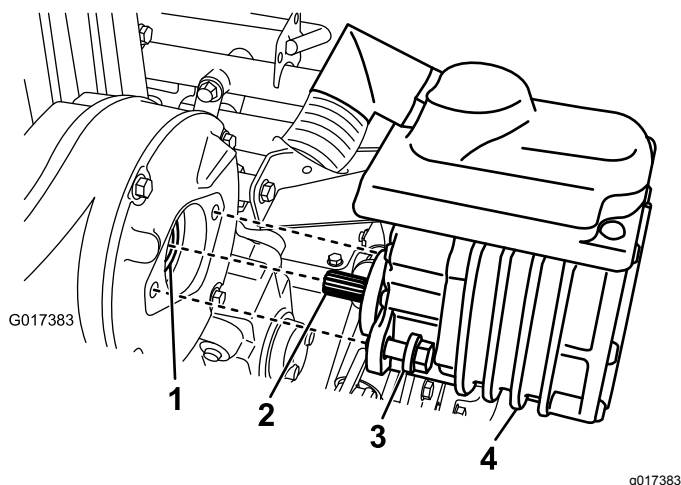

Figura 40
2. Rimuovete i 2 bulloni di fissaggio del motore alla scatola di trasmissione (Figura 40).
4. Aggiungete da uno a due spruzzi di grasso con l'apposita pistola all'accoppiatore femmina nella scatola di trasmissione (Figura 40).